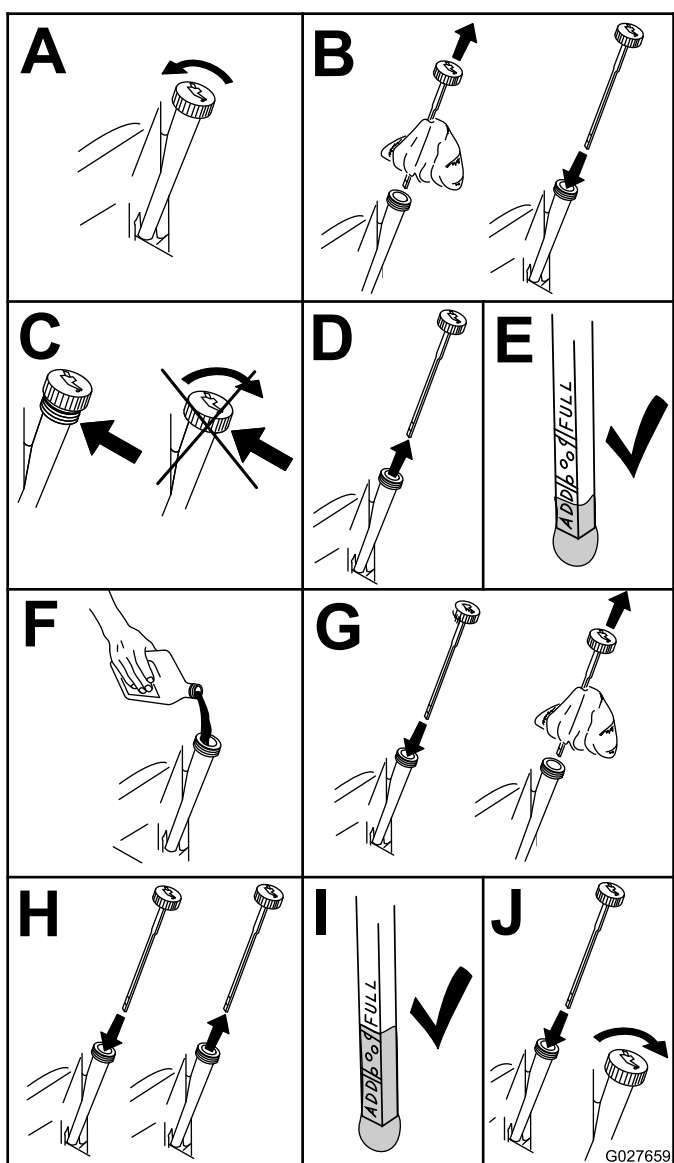

Figura 40
3. Compruebe el nivel de aceite del motor, según se muestra en (Figura 40).